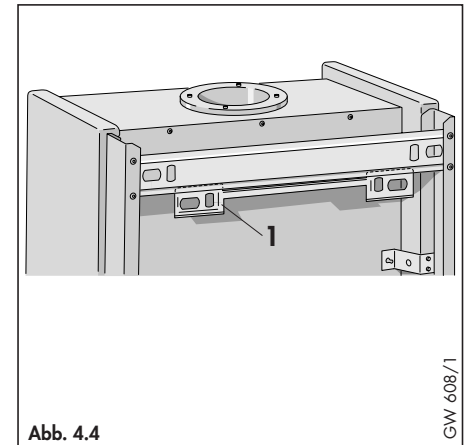

Abb. 4.4
Gerätehalter (Abb. 4.4) an der Wand mit den als Beipack gelieferten Schrauben befestigen (Bei schlechtem Wandzustand müssen möglicherweise zusätzliche oder andere Befestigungen verwendet werden, um eine sichere Montage zu gewährleisten).
4.5.2 Montieren des Gerätes (Abb. 4.4)